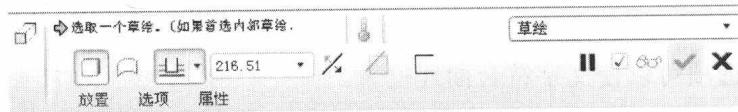

图 1-1-19 “拉伸”操控面板
(1) 单击工具栏的“拉伸”按钮 \square 或执行“插入” \rightarrow “拉伸”命令，系统将弹出如图 1-1-19 所示的“拉伸”操控面板。